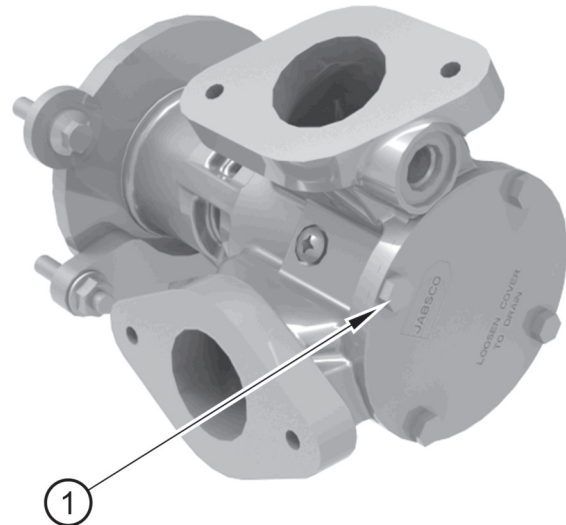

Abbildung 11
2. Lösen Sie die vier Schrauben (Abbildung 11, Nummer 1), mit denen die Endplatte der Hilfswasserpumpe befestigt ist, und nehmen Sie die Platte ab. Wenn Sie die Endplatte der Hilfswasserpumpe abnehmen, tritt etwas Hilfswasser aus der Pumpe aus.